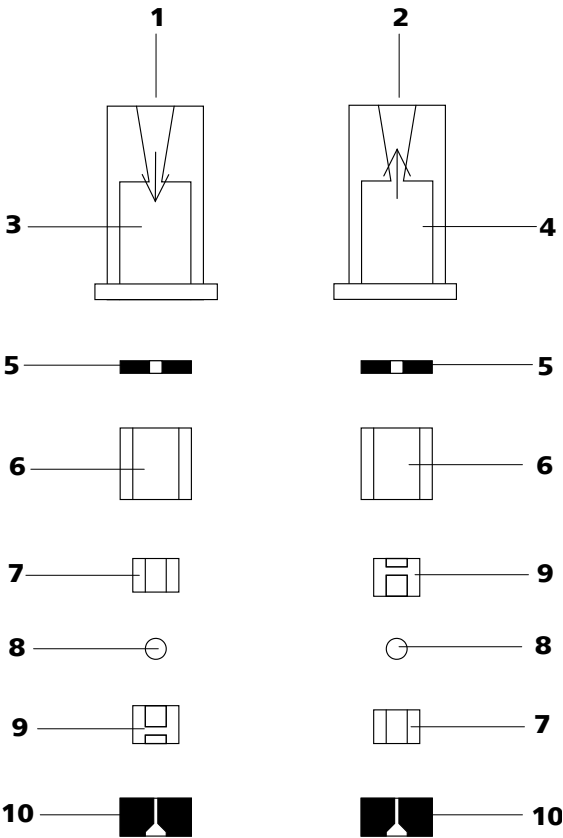

图 37 进口阀和出口阀的组成部分
- 按正确顺序将其他的阀门组件（参见图 37，第 63 页）依次放好。